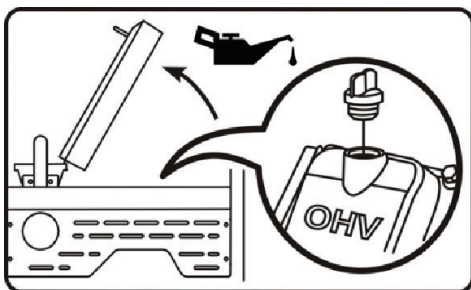

Рис. 15
2. Выкрутите пробку маслозаливной горловины (Рис. 15)